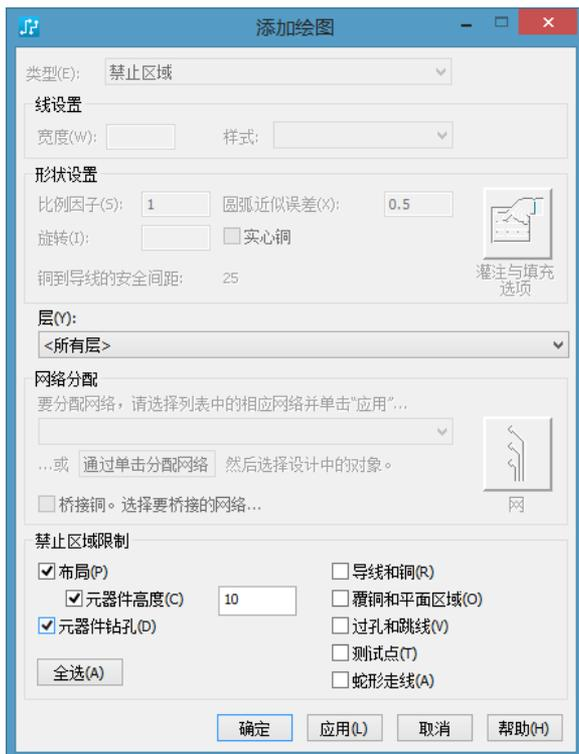

图 10-3 “添加绘图”窗口
(1) 完成边框绘制后, 单击工具栏中的  图标按钮, 打开绘图工具栏, 单击其中的“禁止区域”图标按钮 , 进入组件隔离区绘制模式。
(2) 单击鼠标右键, 在弹出的快捷菜单中选择“矩形”命令。
(3) 使用无模式命令“s{X}{Y}”进行精确定位, 然后单击鼠标左键开始绘制。
(4) 再次使用无模式命令精确定位, 单击鼠标左键, 弹出如图 10-3 所示的“添加绘图”窗口, 在该窗口中选择组件隔离区所在的层和限制的设定。这里选择顶层, 设置元器件的限制高度及不可在该区域添加过孔和跳线。